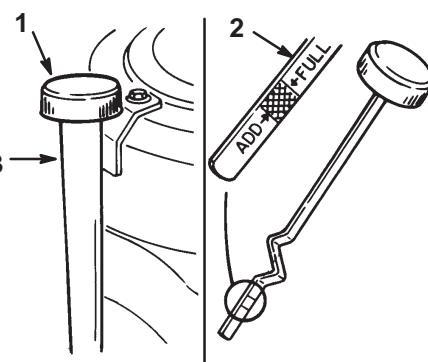

Figure 25
2. Nettoyez la surface autour de la jauge d'huile (Fig. 25) pour éviter que des impuretés s'introduisent dans le goulot de remplissage, ce qui risquerait d'endommager le moteur.
3. Dévissez la jauge d'huile et essuyez soigneusement l'extrémité métallique (Fig. 25).
4. Remettez la jauge complètement dans le tube de remplissage sans la visser (Fig. 25). Sortez de nouveau la jauge et examinez l'extrémité métallique. Si le niveau est bas, versez lentement une quantité suffisante d'huile dans le goulot de remplissage pour amener le niveau au repère du plein ("FULL").
- Versez lentement environ 80% de la quantité d'huile spécifiée à la page 27 dans le goulot de remplissage (Fig. 25). Vérifiez le niveau d'huile (voir Contrôle du niveau d'huile, page 27). Faites l'appoint d'huile pour amener le niveau au repère du plein ("FULL") sur la jauge.